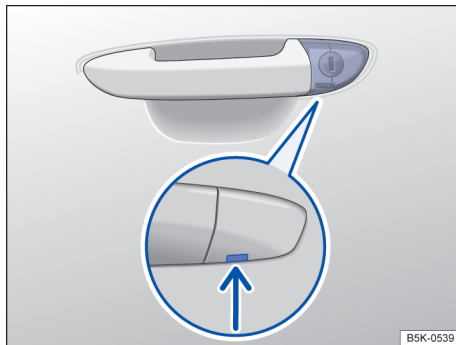

Fig. 53 Manilla de la puerta del conductor: bombín de cierre cubierto.
- Colocar el paletón de la llave por abajo en el hueco de paso de la cubierta → fig. 53 (flecha).